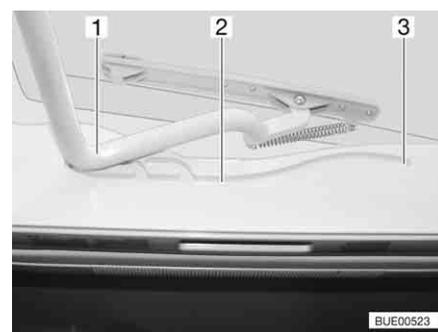

Fig. 79 Lanterneau Heki, glissière
- Tirer l'étrier (Fig. 79,1) dans les glissières (Fig. 79,2) jusque dans la position la plus reculée (Fig. 79,3).
- Pousser l'étrier (Fig. 79,1) légèrement vers le haut avec les deux mains.
- Tirer l'étrier dans les glissières (Fig. 79,2) jusqu'à la position souhaitée.